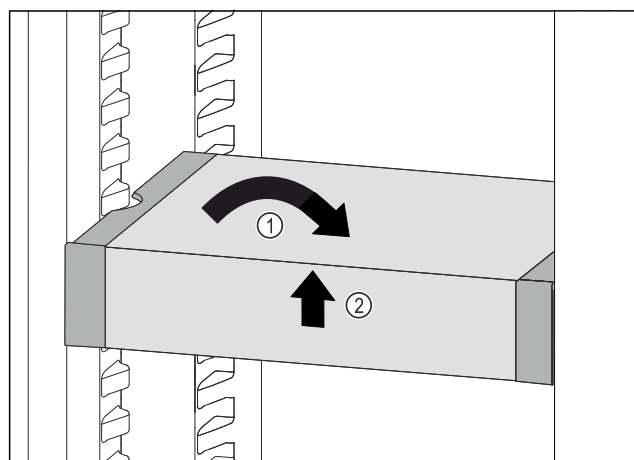

Fig. 107
- Remettre le VarioSafe droit. Fig. 107 (1)
- Soulever la partie avant du VarioSafe. Fig. 107 (2)